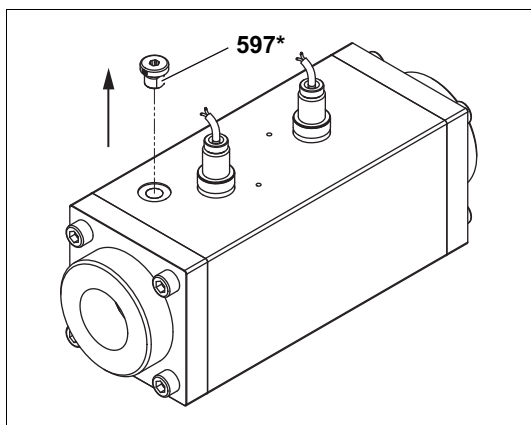

Fig. 3 Retirada del tornillo de cierre
1. Retire el tornillo de cierre **597***, véase Fig. 3, página 13.